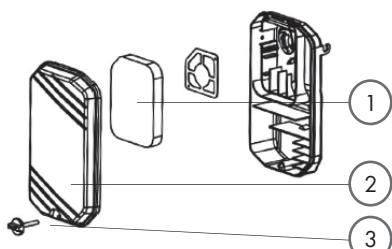

Рис.11
1. Открутить болт (3) и снять крышку воздушного фильтра (2) (рис. 11).
2. Убедиться, что воздушный фильтр (1) не повреждён. Если повреждён, заменить его.
3. Убедиться, что воздушный фильтр (1) чистый. Если воздушный фильтр загрязнён, промыть его.